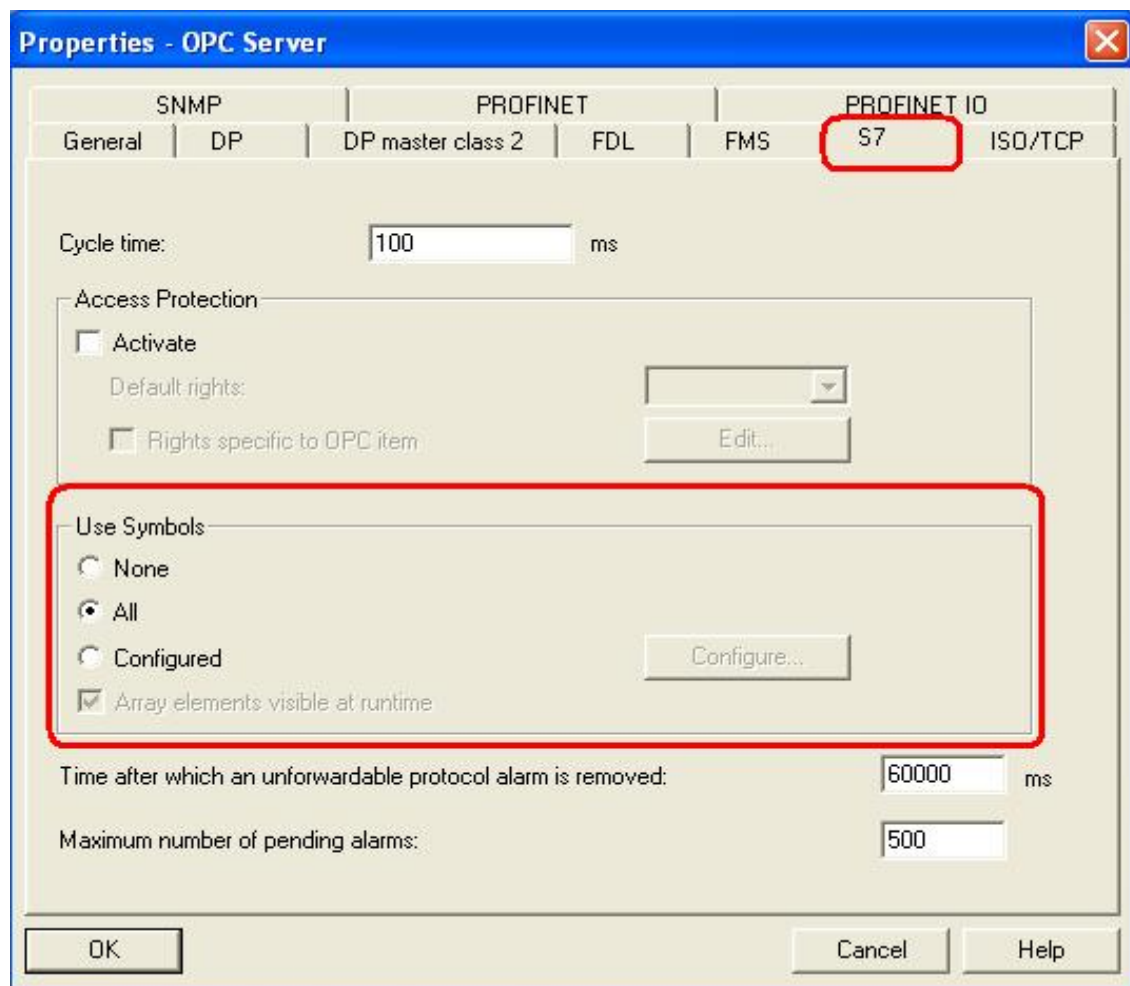

Figura 6.11: Object Properties do OPC Server.
- Passo 7: Iremos agora configurar o servidor OPC para acessar a lista de símbolos (nomes de variáveis) gerada na criação do programa do CLP. Abra novamente a ferramenta *HW Config* e clique com o botão direito sobre o módulo OPC Server que foi previamente inserido no trilho, selecionando em seguida o item *Object Properties*. Feito isso uma caixa contendo diversas abas se abrirá. Selecione a aba S7 e marque o radio button *All* presente no selection box *Use Symbols*, clique em OK e feche o HW Config. Desse modo, todos os símbolos utilizados na programação do CLP estarão disponíveis no servidor, e não apenas os endereços das variáveis (ver figura 6.11). Veja também que o período de atualização das variáveis por parte do servidor OPC é definido no campo *cycle time*. Em nosso projeto, pode-se manter o valor default para esse campo.